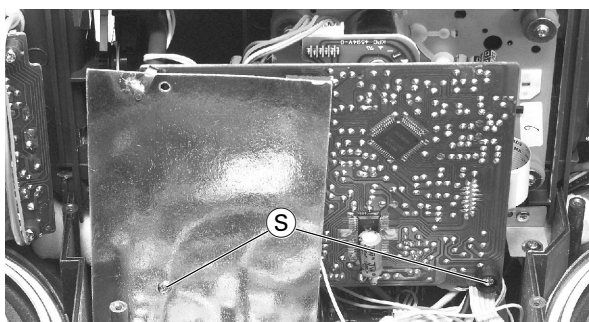

Fig. 20
- 2 Schrauben ⑤ herausdrehen (Fig. 20).
- Undo the 2 screws ⑤ (Fig. 20).